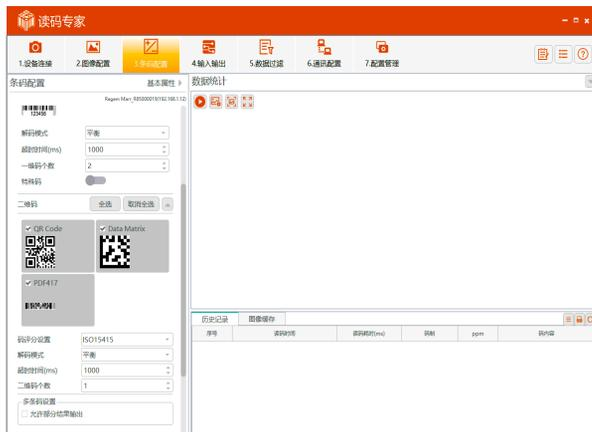

图 4-5-1
- 1、在顶部菜单栏的条码配置中更改检测的码制个数，如图 4-5-1 所示。